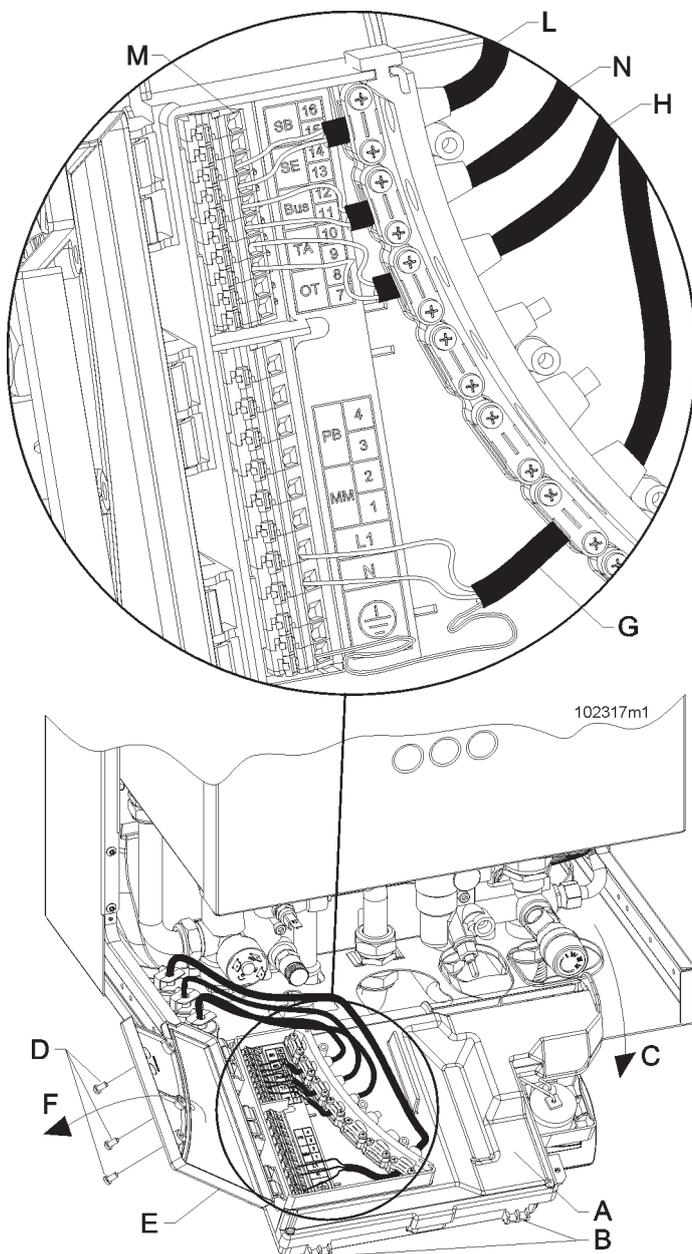

Abbildung 17 - Elektrische Anschlüsse
#### Zeichenerklärung Abbildung 17
Für den Anschluss des Netzkabels wie folgt vorgehen (siehe Abbildung 17):
- Das Stromversorgungskabel „G“ wie in Abbildung 17 gezeigt verlegen.
Zum Anschließen des Raumthermostaten wie folgt vorgehen (siehe Abbildung 17):
- Das Stromversorgungskabel „H“ exakt wie in Abbildung 17 gezeigt verlegen.
- Die zwei Enden des Kabels an die Klemmen „TA“ anschließen (siehe Abbildung 17).
- Das zweipolige Kabel an die Klemmen SE von Abbildung 17, Pos. „L“ anschließen.